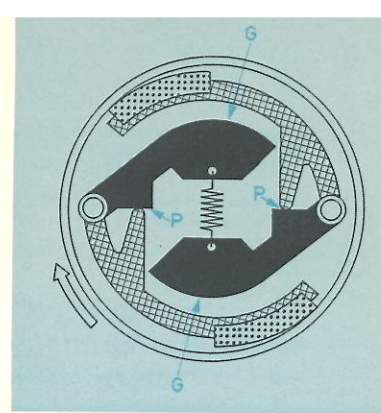

fig. 5a
Werkingschema: Bij „stilstaande” motor, drukken de contragewichten (G), door de veerkracht, tegen de aanslagpunten (P), waardoor de koppelingvoeringen tegen de koppelingstrommel drukken. De motor zal na enkele pedaalomwentelingen starten (fig. 5A).